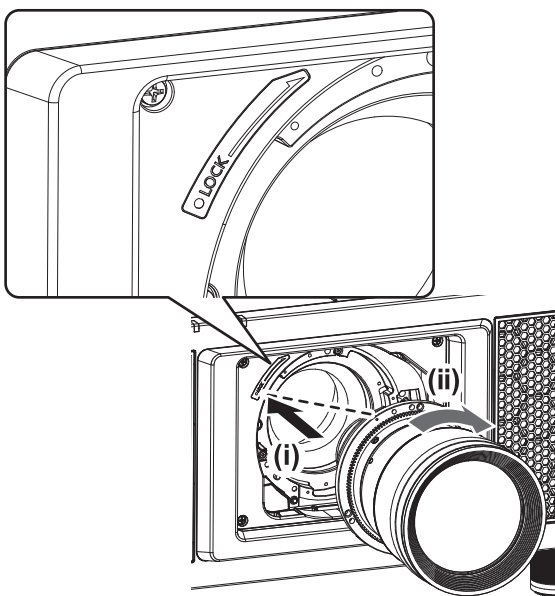

Figura 1
- 1) Inserte la lente de proyección alineando la marca de la lente de proyección (naranja) con la marca del proyector (○ a la izquierda de LOCK) y gire hacia la derecha hasta que la unidad encaje. (Figura 1)